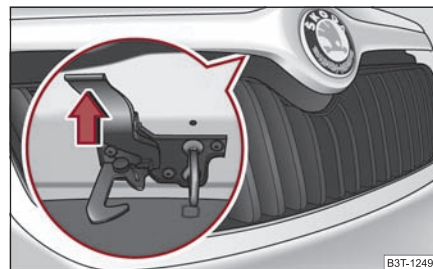

Fig. 15 Rejilla del radiador: Palanca del seguro
- Pulsar el seguro ⇒ fig. 15, se desbloquea el capó del vano motor. ►